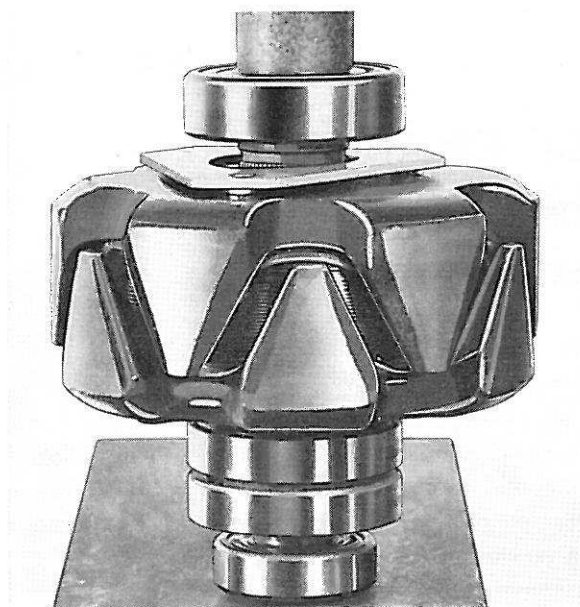

Figure 36. Repose des paliers
2. Enfoncer le palier à l'aide d'une douille tubulaire appliquée sur sa bague intérieure, figure 36.